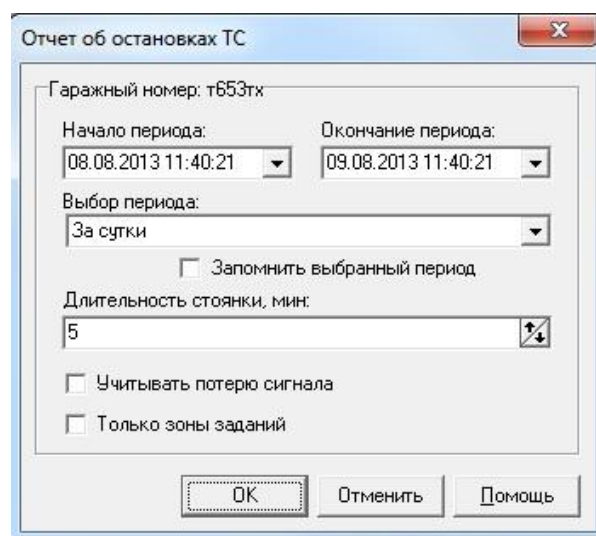

Рисунок 158 – Форма «Отчет об остановках ТС»
- 2 Вызвать пункт меню «Отчеты» ⇒ «Стоянка ТС». Программа предоставляет форму «Отчет об остановках ТС» для задания параметров отчета (см. Рисунок 158).